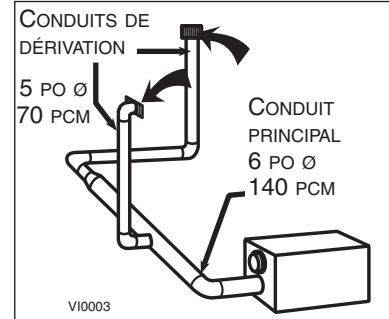

figure 7
**Problème :** Mon installation requiert deux grilles d'évacuation (une pour la cuisine et une pour la salle de bains). Je vais les raccorder à un conduit principal qui sera connecté à l'appareil (performance haute vitesse de 140 pcm). Quel format dois-je utiliser pour le conduit principal ainsi que pour les deux conduits de dérivation menant aux grilles? (Voir figure 7.)